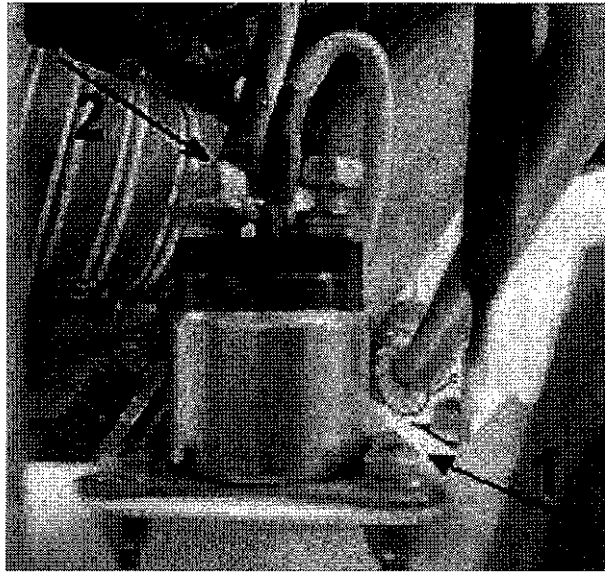

Fig 3
5c. Relay del motorino d'avviamento: scollegare il cavo di massa fissato alla base del relay (part. 1 in fig. 3).
5c. *Starter relay: disconnect the earth cable fastened to the base of the relay (item 1 in fig. 3).*
13g. staccare i cavi sia positivo che negativo sul relay del motorino di avviamento (part. 2 fig. 3)
*13g. disconnect the starter relay positive and negative leads (item 2 in fig. 3).*